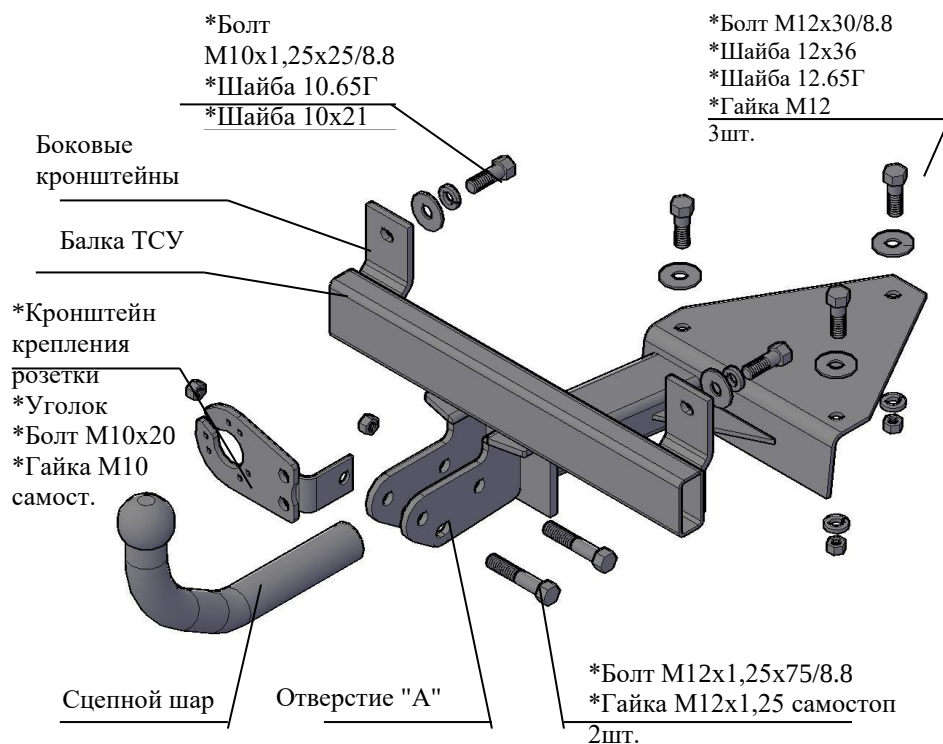

Рис.1 Тягово-цепное устройство ТСУ 2020
2.1 ТСУ 2020 в сборе (рис.1)	1 шт.
2.2 Пакет с комплектующими (см. рис.1)	1 шт.
Закрепить цепной шар и кронштейн крепления розетки к кронштейнам шара соответственно рис.1 (кронштейн крепления розетки предварительно скрепить с уголком болтом M10x20 и гайкой M10 самостоп). Произвести затяжку крепежа, предварительно смазав резьбу любой консистентной смазкой.